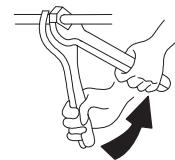

Afb. 4.1 De verbindingsposities van de buis
- (1) De verbindingsposities van de buis worden weergegeven in Afb. 4.1 en Afb. 4.2.